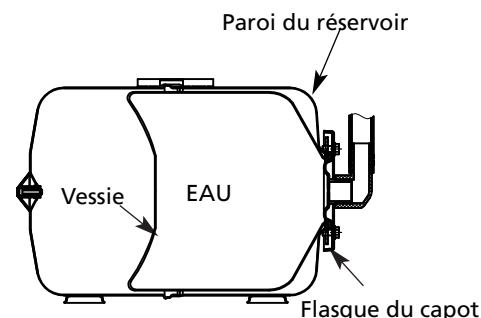

Figure 21 – Installation et logement corrects
11. Nettoyer la surface d'étanchéité et la gorge du flasque; placer le couvercle sur le réservoir (voir Figure 21).